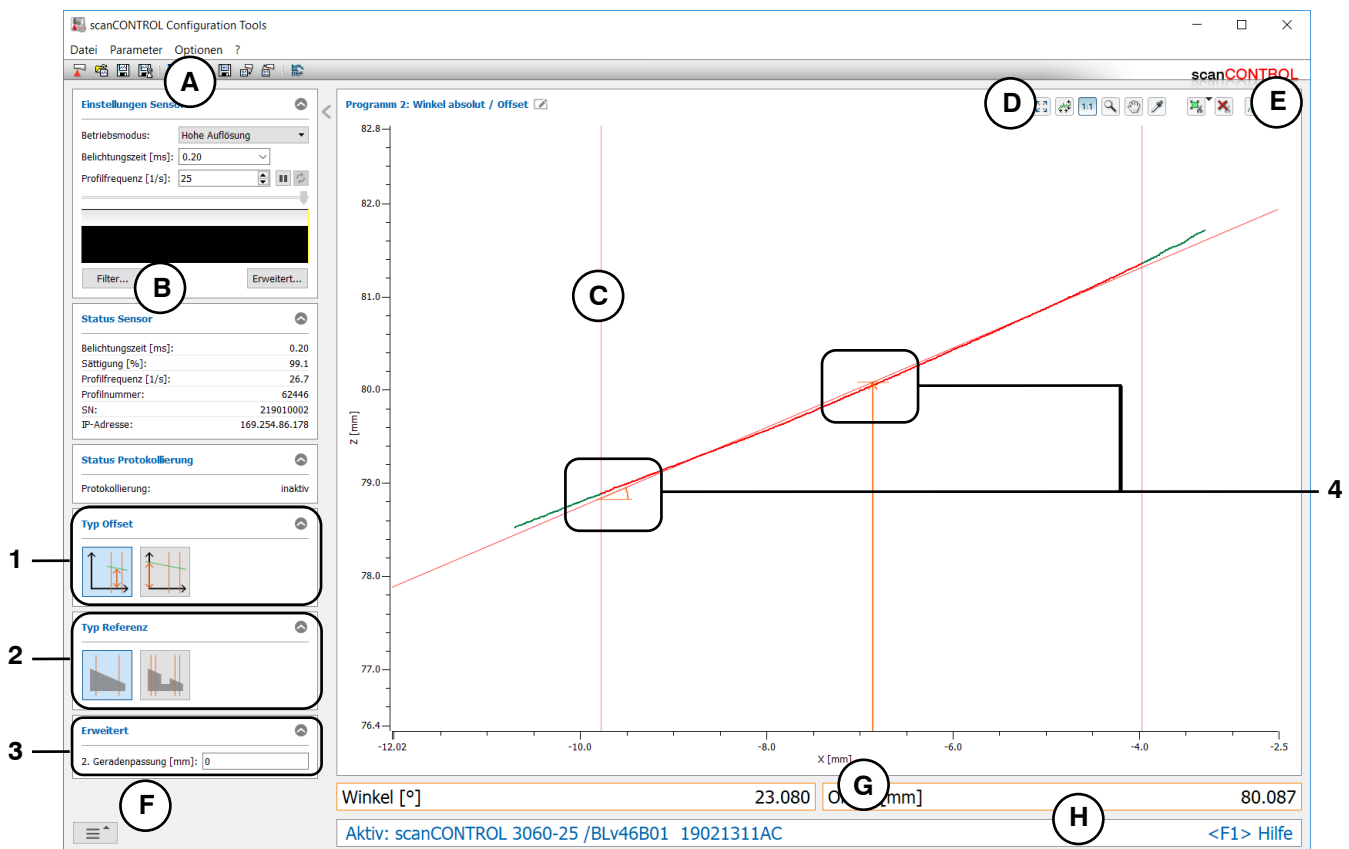

Abb. 4.8: Messprogramm „Winkel absolut/Offset“
- Definieren Sie den Algorithmus zur Berechnung des Offsets (siehe Abb. 4.8, Kap. 4.3.1 und Kap. 3.13.1):
- Wählen Sie den Typ der Geradenpassung (siehe Abb. 4.8 und Kap. 3.13.1):